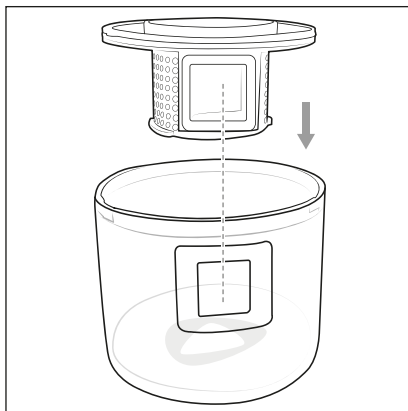

Bild 7
- 6) Sätt tillbaka dammfiltret **6** i smutsbehållaren **4**. Var noga med att sidoöppningarna på dammbehållaren **4** och dammfiltret **6** sitter över varandra (bild 7).